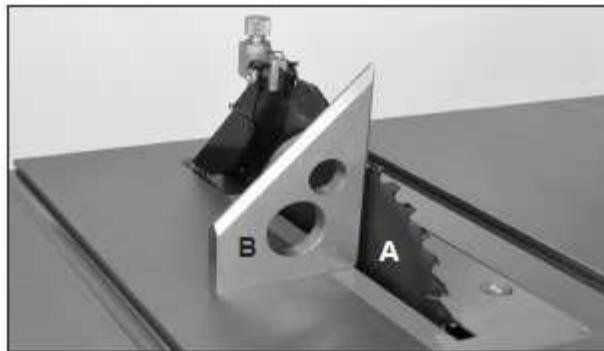

Рис. 26
1. Поднять пильный диск (рис. 26, А) в самое верхнее положение маховиком, расположенным спереди станка.
2. С помощью угольника или комбинированного угольника (рис. 26, В) проверить наличие угла  $90^\circ$  относительно стола (нулевой угол по шкале угла наклона пильного диска).